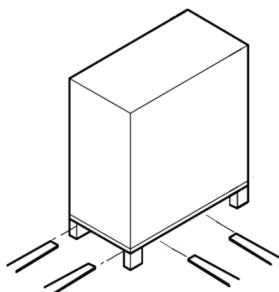
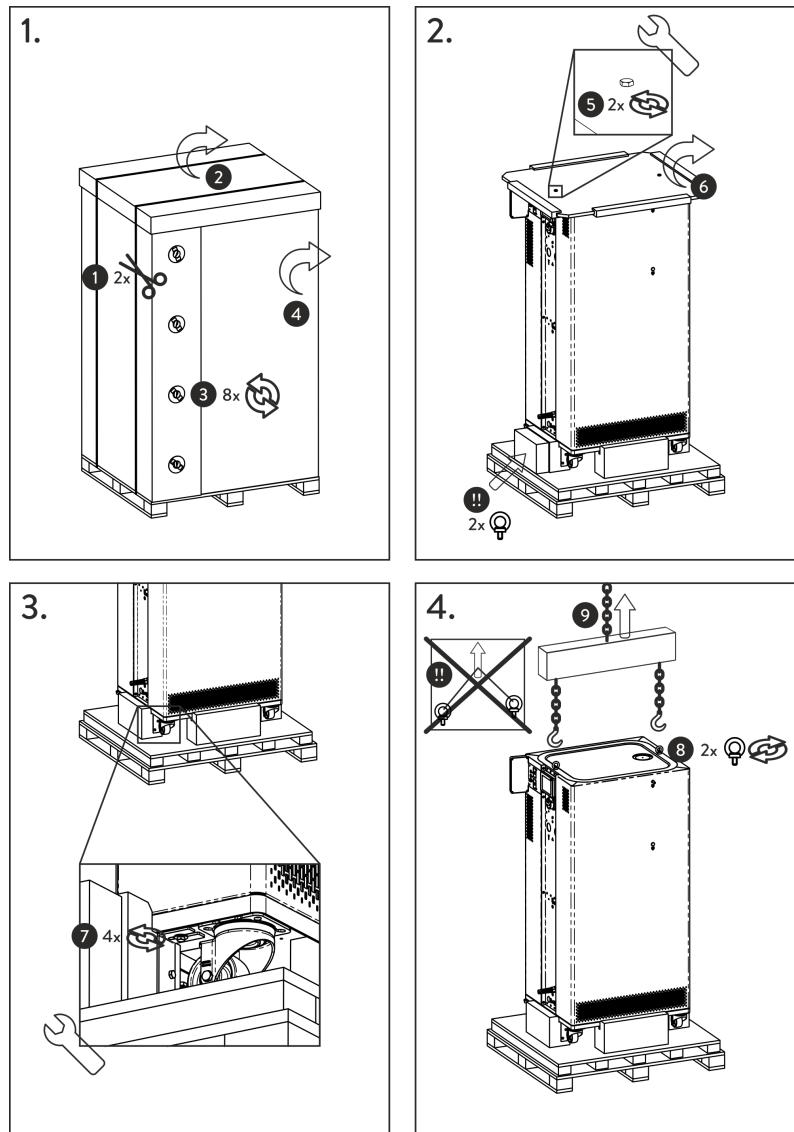

Fig. 1: Transport avec le chariot élévateur
Fig. 2: Graphique des instructions de déballage
- Figure 1:** Couper les sangles de cerclage ① et les retirer.
- Soulever le couvercle de l'emballage en carton ② et le retirer.
- Dévisser les fermetures à baïonnette ③ du carton. Pour cela, les tourner dans le sens antihoraire.
- Retirer le carton ④.
- Figure 2 :** Dévisser les vis ⑤ du couvercle en bois. Pour cela, les tourner dans le sens antihoraire. Retirer le couvercle en bois ⑥.
7. **Figure 2 :** Retirer les anneaux de manutention de l'emballage.